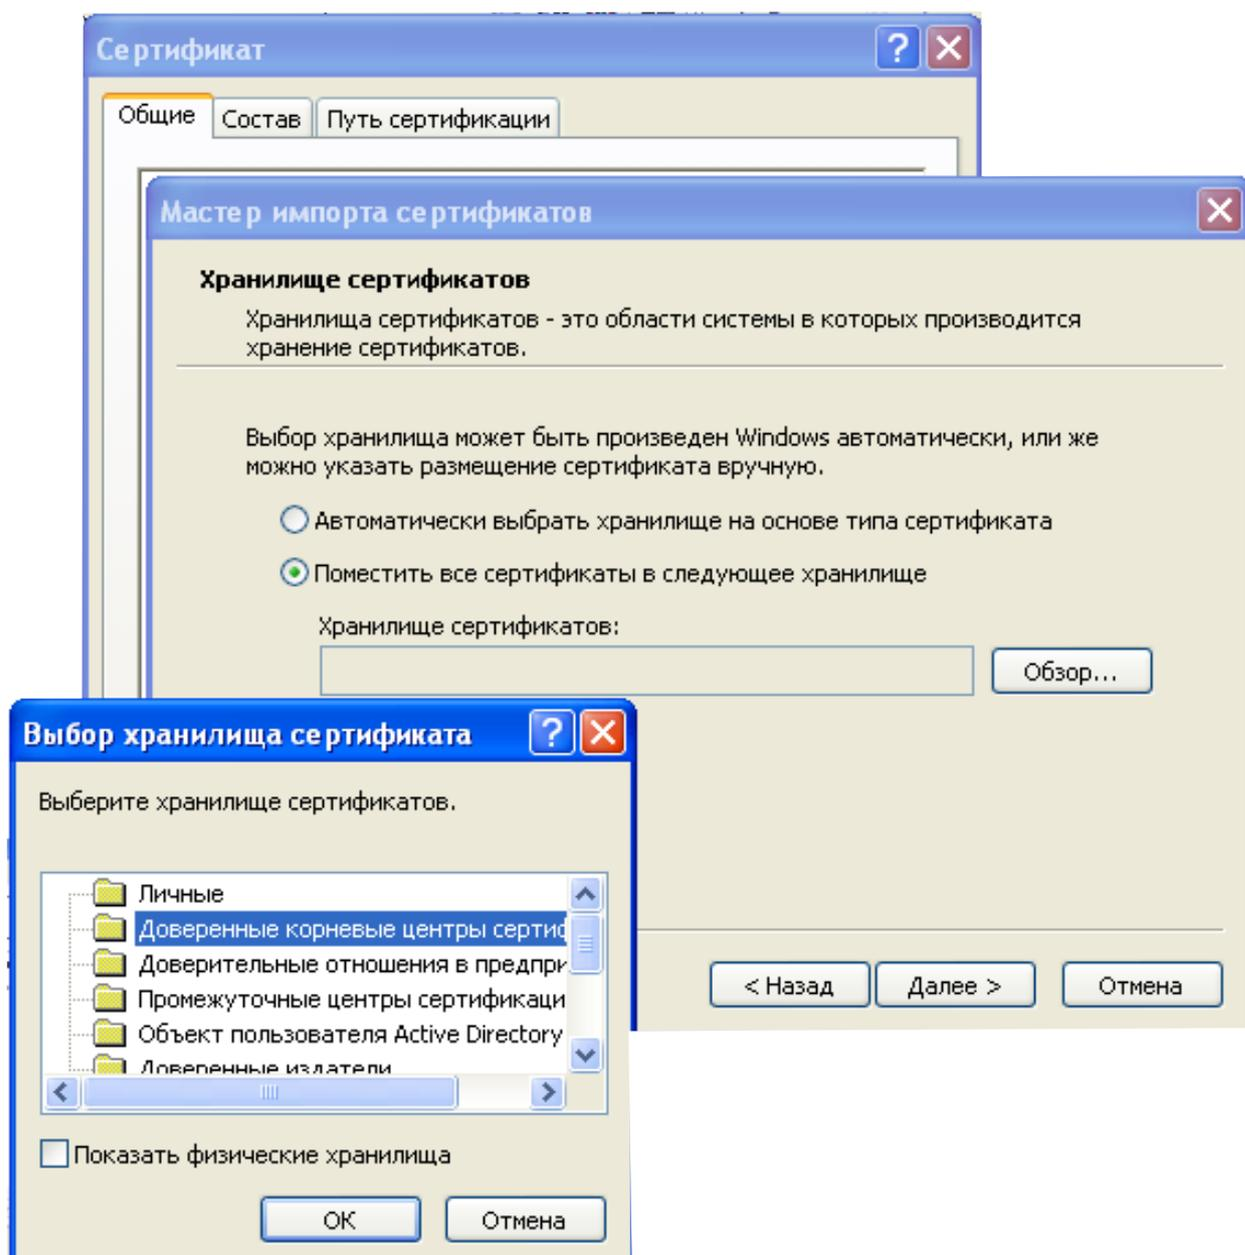

Рис. 6.2.Окно МАСТЕРА УСТАНОВКИ СЕРТИФИКАТОВ
- 7) Выбрать пункт «Доверенные корневые центры сертификации» («TrustedRootCertificationAuthorities») и нажать «ОК» (Рис. 6.2)